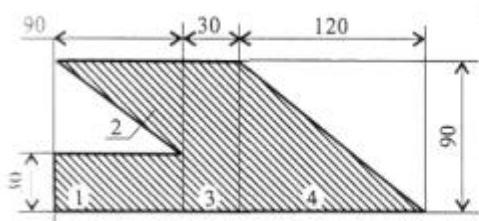

Рис.7.
1.Определить положение центра тяжести каждой из фигур, составляющих сечение (рис. 7). Размеры на чертеже указаны в мм.